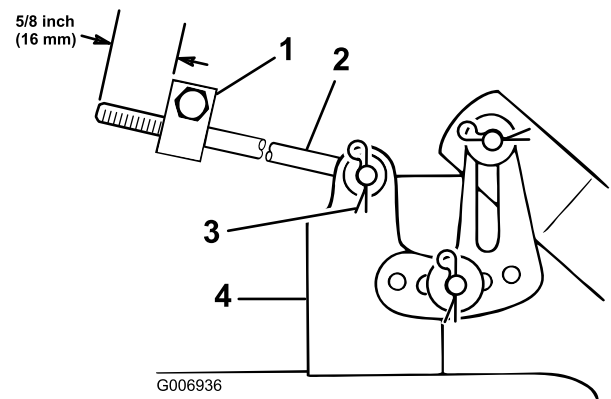

Figure 49
- Mesurez la longueur de tige qui dépasse de l'avant du bloc de réglage sur les côtés du châssis (Figure 49). Si la longueur n'est pas égale à 16 mm, enlevez la goupille fendue et la rondelle de l'extrémité de la tige (Figure 49), puis vissez ou dévissez la tige jusqu'à l'obtention de la longueur requise.